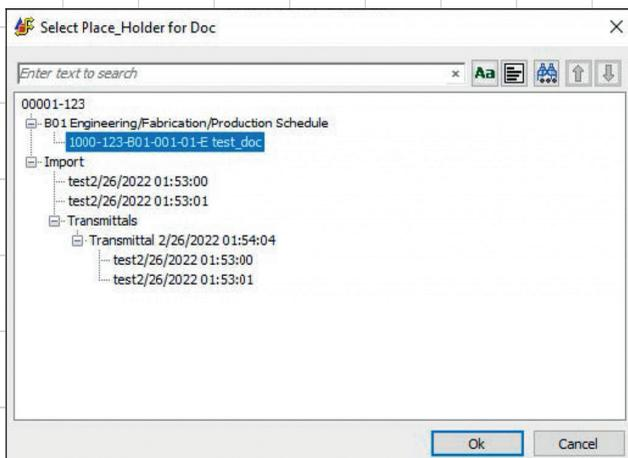

Рис. 21. Выбор Placeholder для документа
Engineer (PE) и других сотрудников), выбирается Placeholder (рис. 21), к которому относится присланный документ. (Если Placeholder отсутствует, первоначально его требуется создать.)